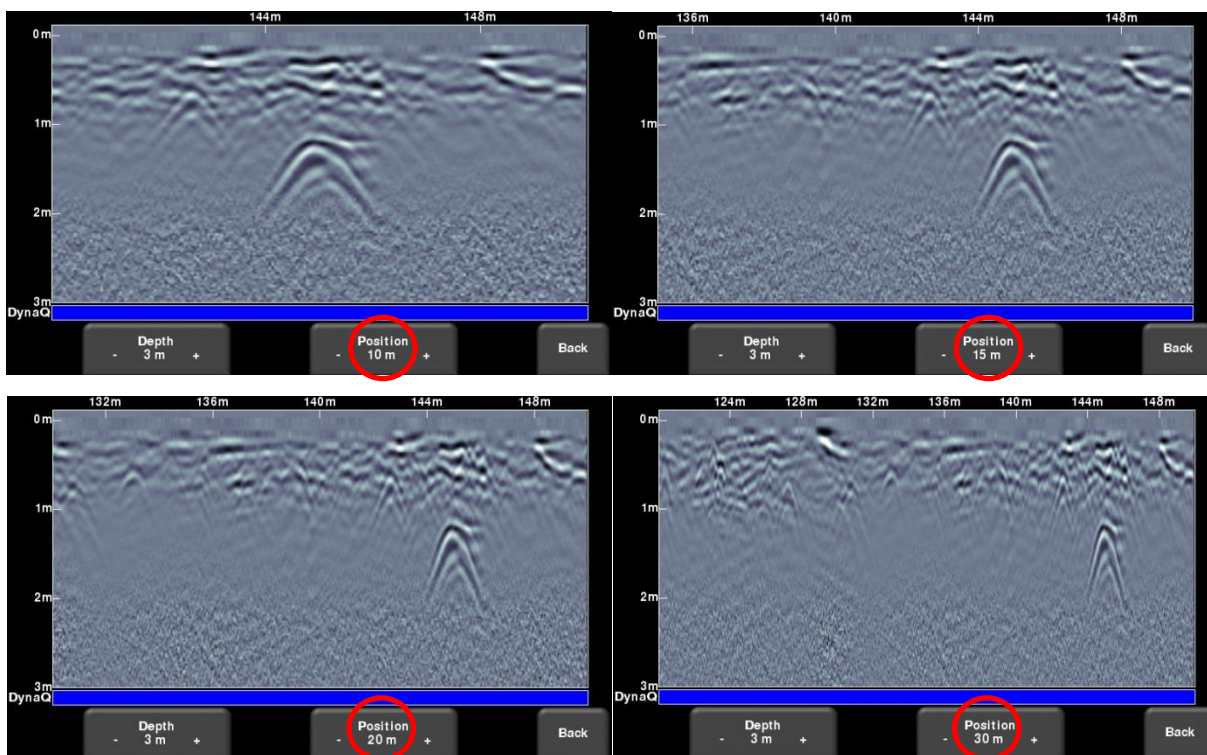

图 8-7: 不同的位置, 或水平扩展
- **位置 (Position)** - 按**位置 (Position)** 按钮下方的 + 和 - 按钮可更改单个屏幕上显示的数据长度。这也称为水平扩展。预设值范围为 10-30 米 (25-100 英尺)，参见图 8-7。